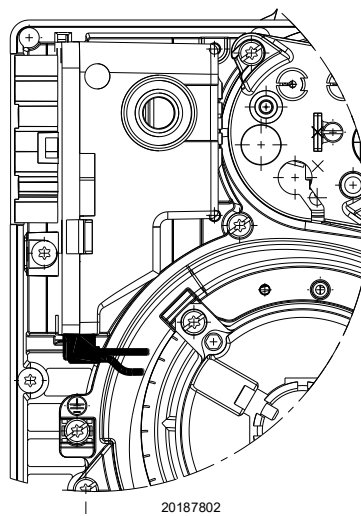

Fig. 19
- Verificare il corretto inserimento dei connettori dei collegamenti seguendo la simbologia riportata sul fondo del controllo fiamma: assicurarsi che i connettori siano completamente inseriti spingendoli fino in fondo, ognuno nella propria posizione di appartenenza. Tutti i connettori devono risultare con i cavi di collegamento rivolti verso l'interno del bruciatore (vedi Fig. 19).